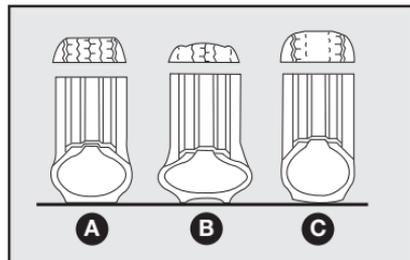

fig. 19
Um pneu com pressão abaixo do especificado se aquece excessivamente quando em utilização continuada, isso poderá provocar danos aos pneus ou até mesmo o seu estouro. Mantenha sempre os valores de pressão indicados neste manual. Uma pressão errada provoca um desgaste anormal dos pneus fig. 19.
**Uma pressão errada provoca um desgaste anormal dos pneus fig. 19.**